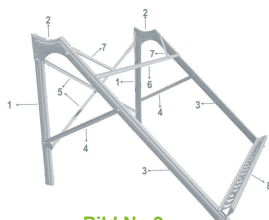

Bild Nr. 2
4. Verwenden Sie das Element Nr. 6, um die Vorderbeine miteinander zu verbinden (siehe Bild Nr. 2).